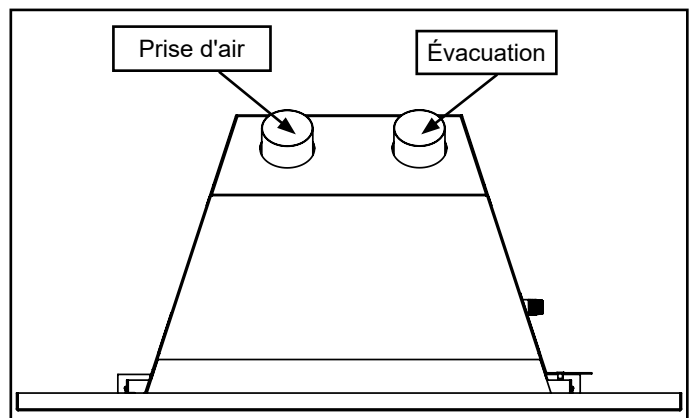

Figure 13.0.01: Prise d'air et évacuation, vues de l'arrière du foyer encastrable.
**Les raccords de prise d'air et d'évacuation sont marqués sur l'appareil à gaz. Voir la Figure 13.0.01.**